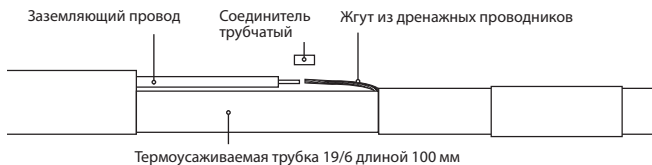

Рис. 8
4.1.8. Надвинуть на полученное соединение термоусаживаемую трубку 19/6 длиной 100 мм (заземляющий провод и дренажные проводники вывести за пределы термоусаживаемой трубки, как показано на рис. 8). Усадить ее с помощью воздушного термопистолета горячим воздухом. Температура усадки 250 °С. Соединить заземляющий проводник со жгутом из дренажных проводников с помощью соединителя трубчатого и обжать его ручным кримпером (см. рис. 8а).
Рис. 8а